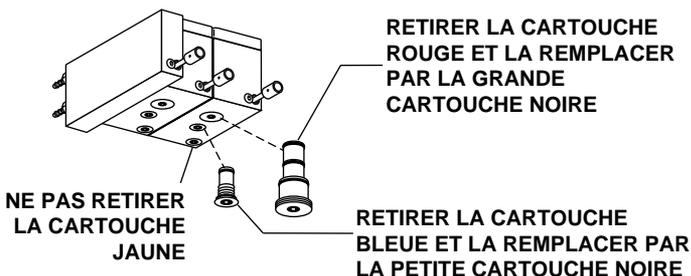

Figure 13. Conversion en bloc sans eau
3. À l'aide d'une clé à six pans de 3/32 pouce, retirer la grande cartouche rouge du bloc de commande à modifier. La remplacer par la grande cartouche noire du kit de conversion (voir Figure 13).
4. À l'aide d'une clé à six pans de 3/32 pouce, retirer la petite cartouche bleue du même bloc de commande. La remplacer par la petite cartouche noire du kit de conversion (voir Figure 13).